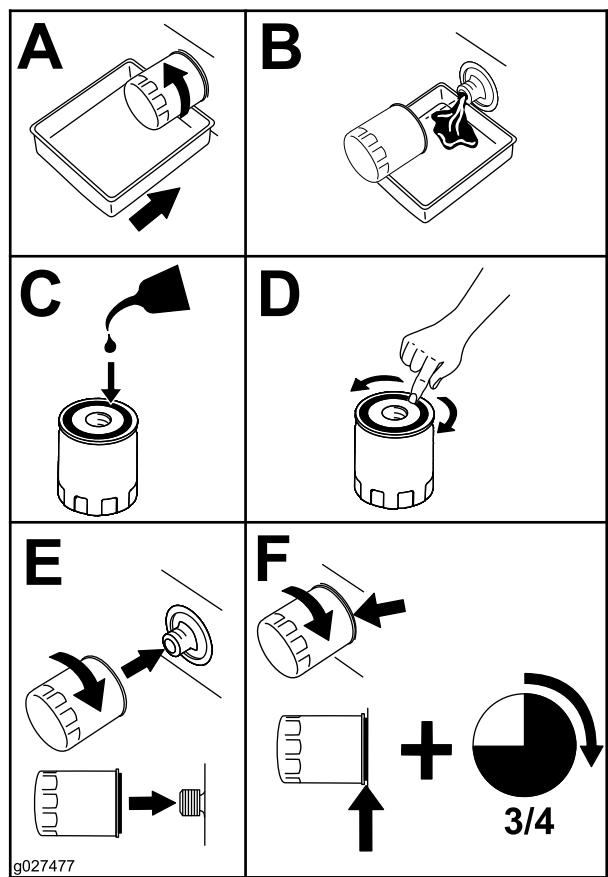

Figura 46
- Sustituya el filtro de aceite del motor (Figura 46).